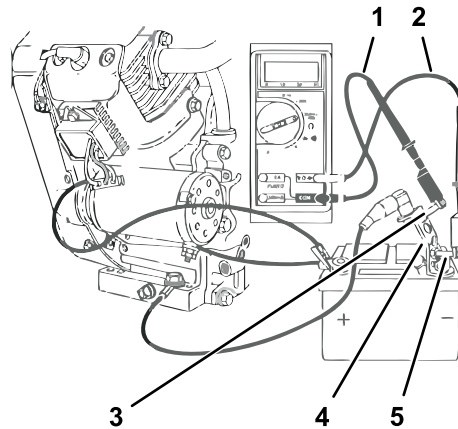

Figure 107
3. Insérez le fil d'essai rouge dans la prise V $\Omega$  du multimètre. Connectez l'autre extrémité du fil d'essai rouge à la borne du shunt (Figure 107).